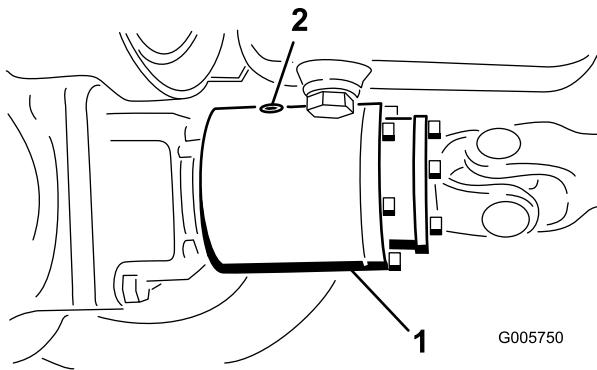

Figura 58
- Gire el embrague hasta que el tapón de verificación esté orientado hacia abajo (Figura 58).